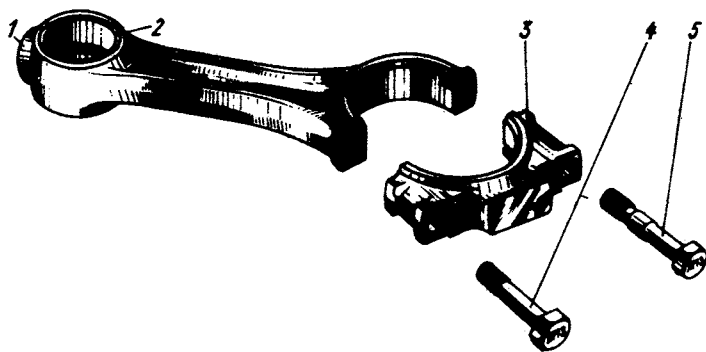

Рис. 8. Шатун:
**Шатун** (рис. 8) представляет собой стальную фасонную поковку. Стержень его — двутаврового сечения; вдоль всего стержня просверлен канал для подачи смазки к подшипнику верхней головки шатуна.